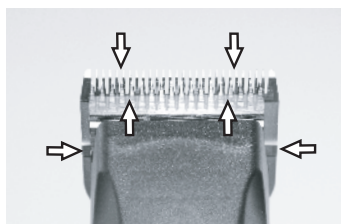

Fig. 24
För att uppnå ett bra klippresultat och för att öka klipprens och klipp huvudets livslängd måste du lägga på en tunn oljefilm mellan över- och underskåret (Fig. 24).
- ▶ Smörj skären tillräckligt mycket under klippningen (minst var femtonde minut), så att de inte torkar (Fig. 24).
Skären måste smörjas före, under och efter varje användning. När klippers skär lämnar ränder eller går med lägre hastighet är det ett tecken på att det behövs olja. Lägg några droppar olja fram på och tvärs över klippskären (se pilarna i fig. 24). Torka bort överskottsolja med en mjuk, torr trasa. Smörjsprayer innehåller inte tillräckligt mycket olja för att smörjningen ska bli bra, men kyler skären. Byt omedelbart skadade eller slöa skär för att undvika skador.